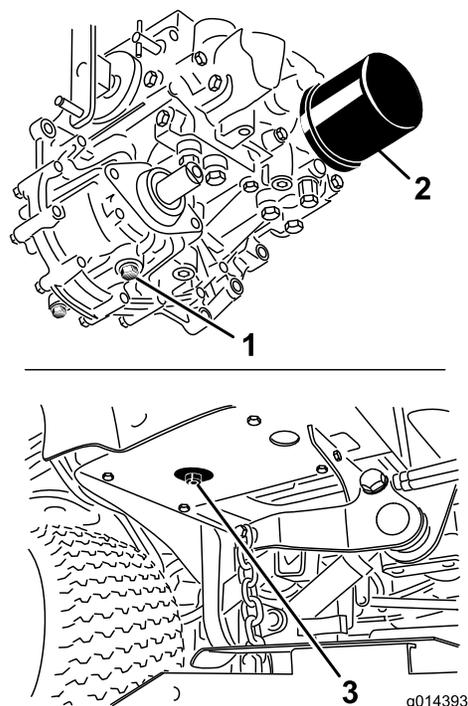

Рисунок 48
пробки; слейте всю гидравлическую жидкость (Рисунок 48).
4. Очистите область вокруг фильтра гидравлического масла и снимите фильтр (Рисунок 48).